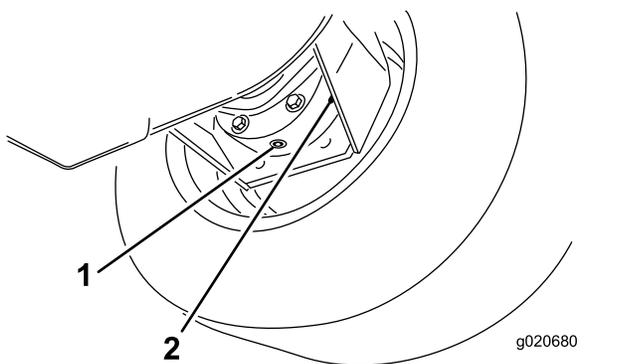

Рисунок 94
3. Подставьте поддон под корпус тормоза, снимите пробку сливного отверстия и дайте маслу стечь (Рисунок 94).